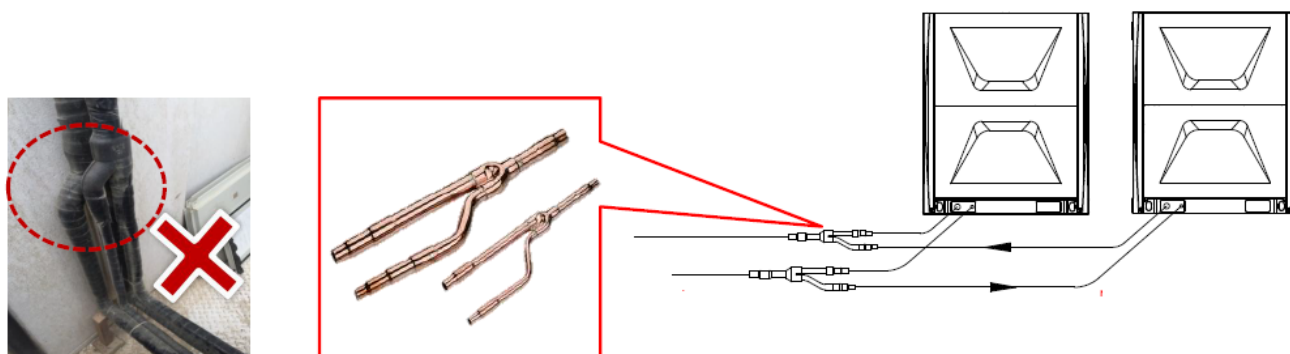

Рис.2.14
- Не допускается установка рефнета вертикально вниз **по направлению движения** хладагента см. рис.2.14